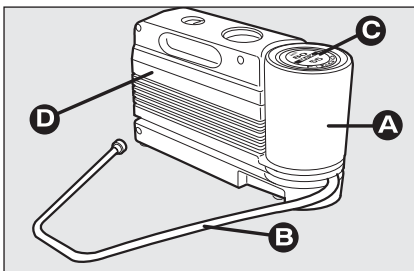

fig. 7
Le kit **fig. 7** comprend :
- un compresseur **D** - **fig. 7** muni d'un manomètre et de raccords, placé à l'intérieur du compartiment ;